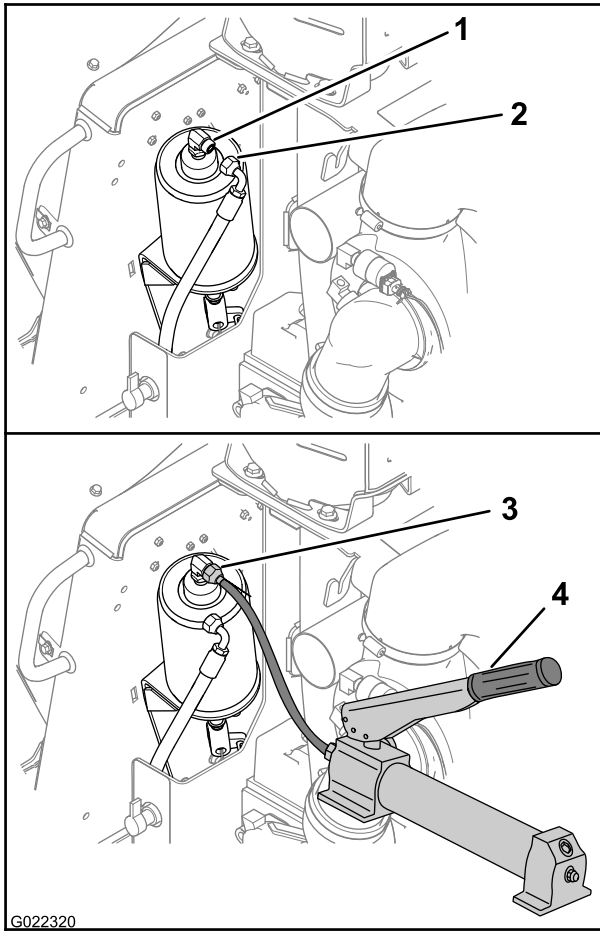

Figura 31
1. Desconecte a mangueira hidráulica do cilindro do freio de estacionamento, como mostrado na Figura 31.
2. Conecte uma bomba manual capaz de gerar 350 psi ao cilindro do freio (Figura 31).